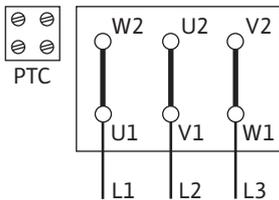

Fig. 10: Y-Δ 기동
- 메인 연결은 모터 출력 P2, 전원 및 활성화 유형에 따라 달라집니다. 터미널 박스에 필요한 터미널 브릿지 결선은 다음 표와 Fig. 10, 11, 12에서 확인할 수 있습니다.